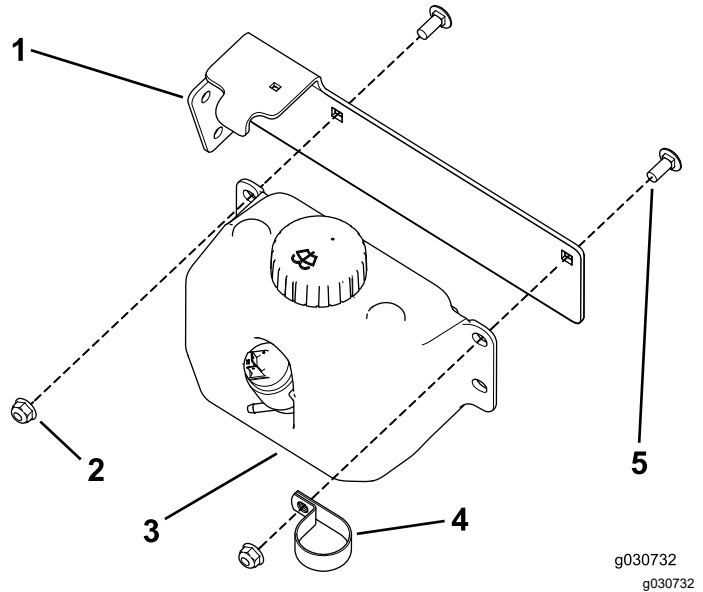

図 44
3. キャリッジボルト5/16 x 3/4" 2本とフランジナット5/16"を使って、ウォッシャー液ボトルとRクランプをタンクマウントに固定する 図 44。